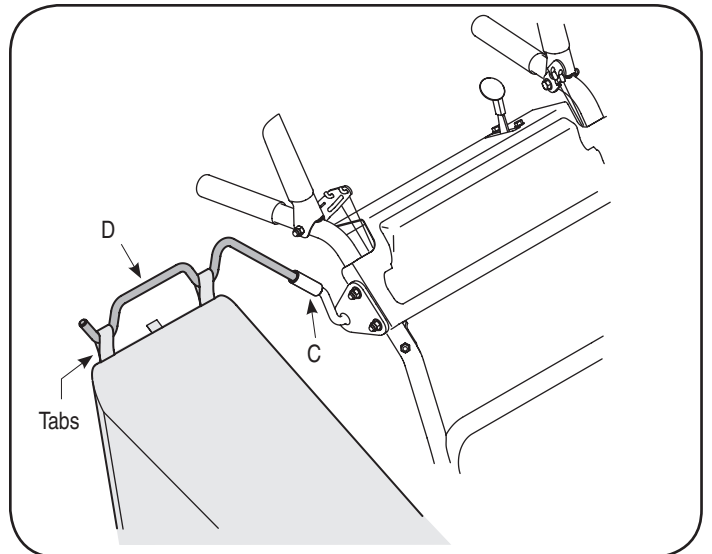

Figura 8
1. Inserte la varilla de suspensión [D] en la abertura del montaje de varillas [C], Figura 8.
2. Deslice las lengüetas de la bolsa de recolección sobre la varilla de suspensión de la bolsa, Figura 8.